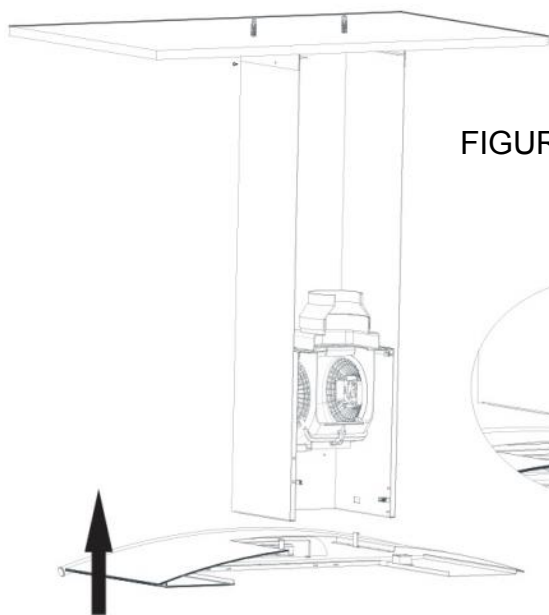

FIGUR 6
6. Montera kanalen i takflänsen med hjälp av fyra skruvar (3,5x9,5 mm) (Figur 6/7).